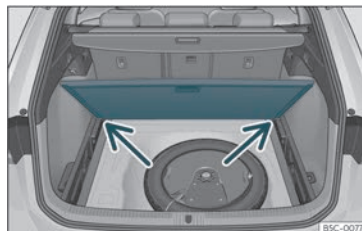

Fig. 123 Piano variabile del bagagliaio: posizione inclinata.
- Appoggiare il piano sugli appositi alloggiamenti »» fig. 123 (freccie).